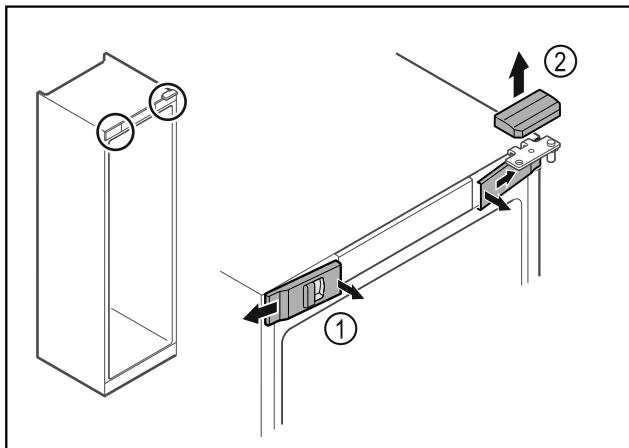

Fig. 14
- ▶ Nxirrni nga foleja kapakët mbulues të përparmë Fig. 14 (1) në pjesën e brendshme dhe hiqini nga anash.
- ▶ Hiqni kapakun mbulues të sipërm Fig. 14 (2) duke e ngritur lart.